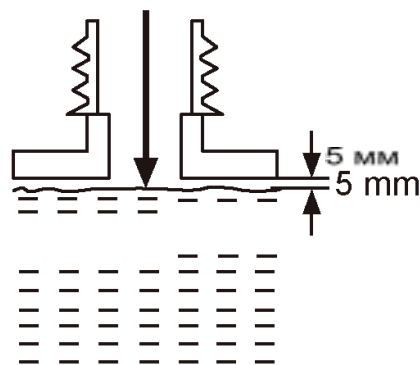

Рис. 7
4. Залейте рекомендованное топливо в топливный бак. Оставьте по крайней мере 5 мм свободного пространства над поверхностью топлива для обеспечения возможности его теплового расширения (рис. 7).